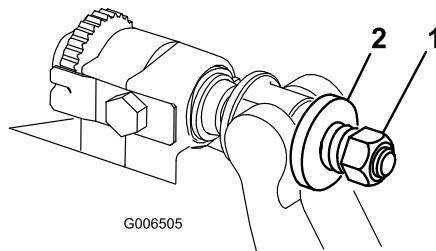

Bild 32
5. Ziehen Sie die Federspannungsmutter an, bis die Feder zusammengedrückt ist, drehen Sie sie dann um eine halbe Umdrehung heraus (Bild 32).